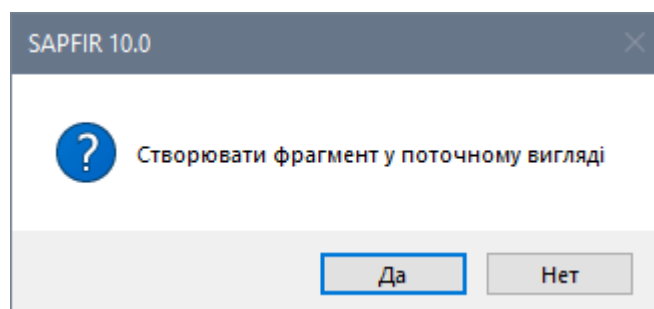

Рис. 24.21. Діалогове вікно SAPFIR 10.0
- У діалоговому вікні, що відкрилося, перегляньте специфікацію арматури та натисніть кнопку **ОК**, щоб призначити елементам позиції по специфікації (рис. 24.21).
- У діалоговому вікні **SAPFIR 10.0** (рис. 24.21) виконайте натискання по кнопці **Так**. Нижче діафрагми відобразиться розріз.